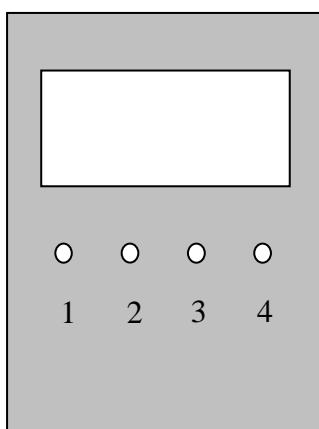

Рисунок 4. Модуль индикаторный РД140-МИ
1.5.4 Индикаторный модуль РД140-МИ (рисунок 4) выполнен в виде ручного прибора с ЖКИ, радиочастотным приемопередатчиком, микроконтроллером и USB-портом для подключения к компьютеру.
На передней панели РД140-МИ (рисунок 4) имеется экран алфавитно-цифрового ЖКИ, светодиод сигнализации питания и четыре кнопки управления. Сбоку находятся разъем USB-порта и гнездо для заряда аккумуляторов.